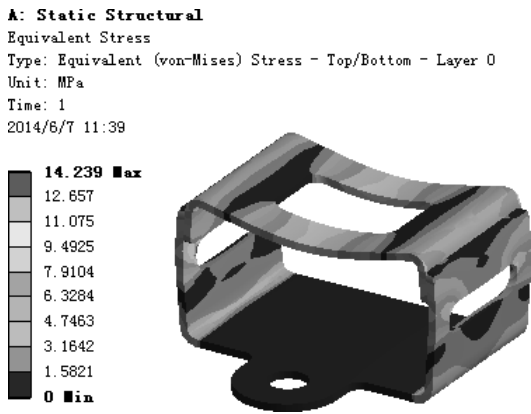

图 7.6.58 应力结果图解
(2) 查看应力结果图解，在“Outline”窗口中选中  **Equivalent Stress**，查看图 7.6.58 所示的总应力结果，其最小应力为 0MPa，最大应力为 14.239 MPa。